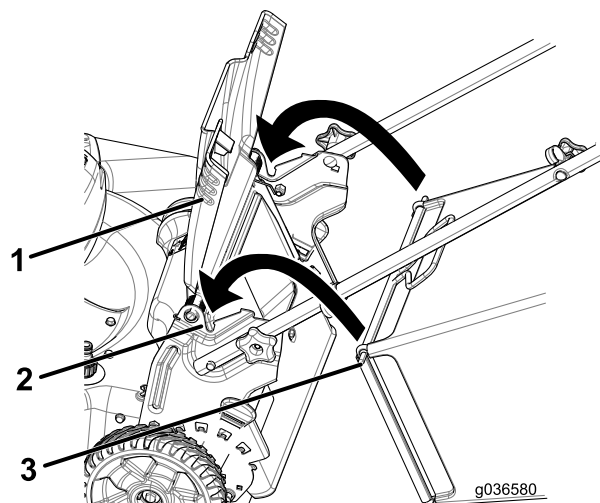

Figura 22
1. Levante y sujete la puerta trasera (Figura 22).
2. Instale la bolsa de recogida, asegurándose de que los pasadores de la bolsa descansan en las muescas del manillar (Figura 22).